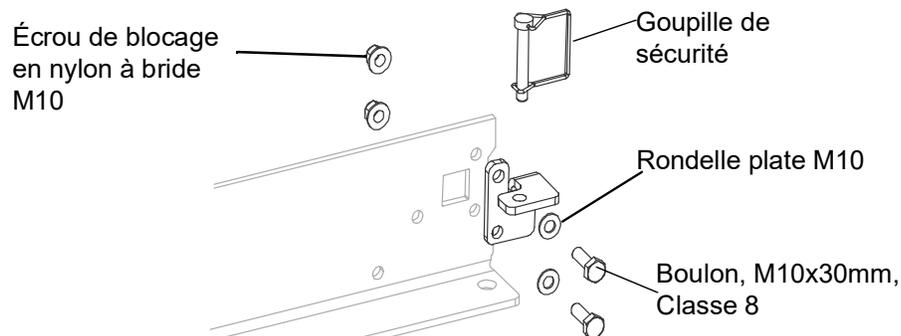

FIG. 3-7
1. Installez les butées (sachet du kit de lit) aux **deux extrémités** du côté de l'opérateur pour empêcher la tête de coupe de glisser du banc. Voir Figure 3-7.